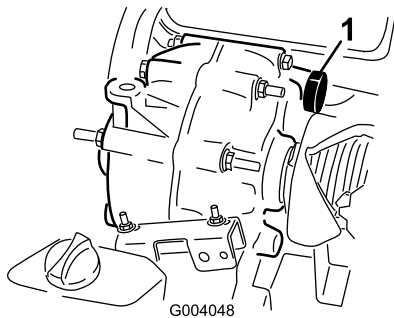

Figure 63
7. Versez par le trou du bouchon de remplissage du réservoir (Figure 63) environ 1,4 litre du liquide spécifié ou la quantité de liquide nécessaire pour que le niveau de liquide atteigne le bas du filetage (Figure 62).